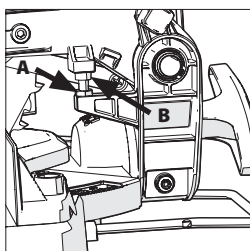

Fig. 12A + 12B
- Desaperte a porca do parafuso de retenção do movimento descendente com uma chave de porcas de 10 mm (não incluída) (**Fig. 12A**).